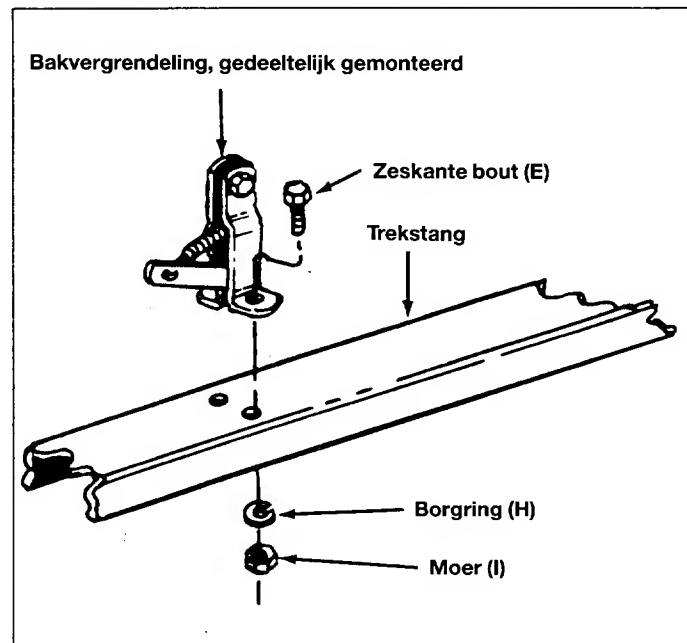

Fig. 13
18. Monteer de vergrendeling van de bak (BB) op de trekstang. Gebruik 6x16 mm zeskante bouten (E), borgringen (H) en moeren (I). Zie fig. 13.